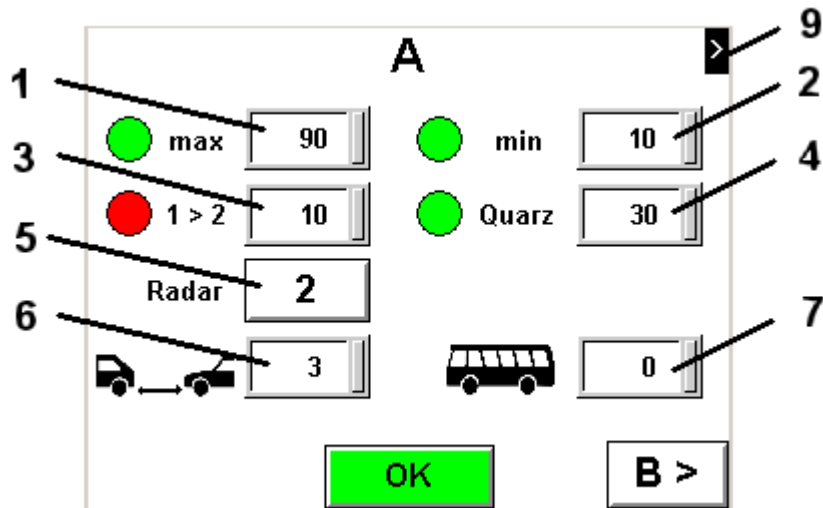

Abb. 12a
| 1) Berühren, um die Ampel-Einstellungen (A) zu ändern.       | Abb. 12a     |